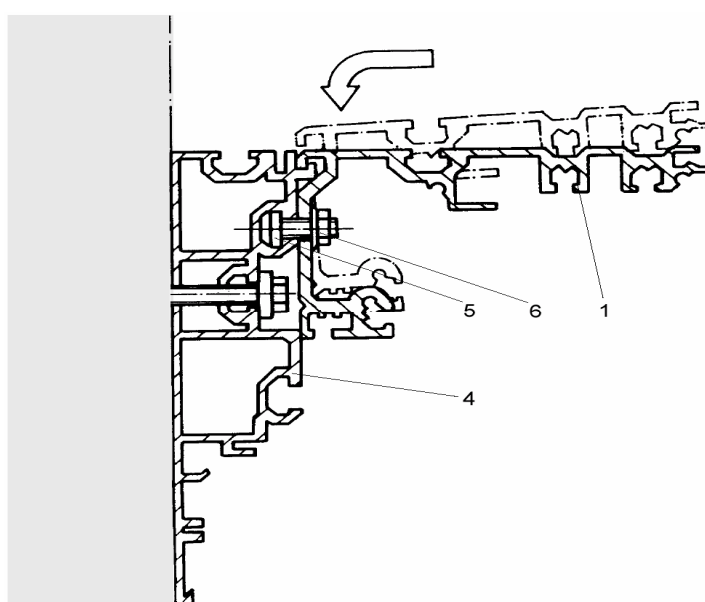

Рисунок 2.6 – Навешивание направляющего профиля в несущий профиль.
Направляющий профиль (1) навесить в несущий профиль (4), выверить его с боков и закрепив в каждом втором расточенном отверстии (интервал - 400 мм), болтами M8x20 (5) с контргайками (6) (см рисунок 2.6).